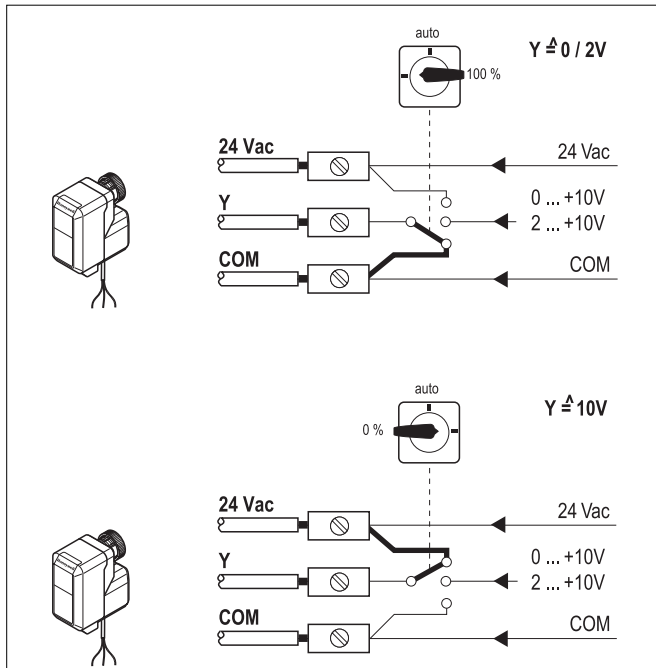

Abb. 6 Übersteuerung des Eingangssignals
Um das Reglerausgangssignal zu übersteuern, ist die Signaleingangsschaltung (Y) je nach gewünschter Position entweder mit COM (0%) oder mit 24Vac (100%) zu verbinden (siehe Abb. 6).